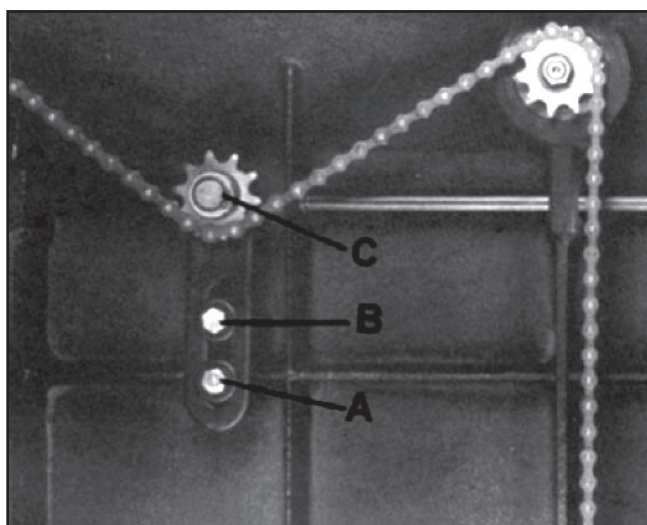

Figura 26
1. Retire el tornillo (A, Figura 26) y afloje el tornillo (B, Fig. 26). Esto permite el movimiento de la estrella (C, fig. 26) para liberar la tensión de la cadena.
4. Después de checar con el bloque calibrador para asegurarse de que el ajuste es correcto, coloque la cadena en la estrella, vuelva a tensar la estrella, vuelva a colocar el tornillo (A, Figura 26) y apriete el tornillo (B, Figura 26).